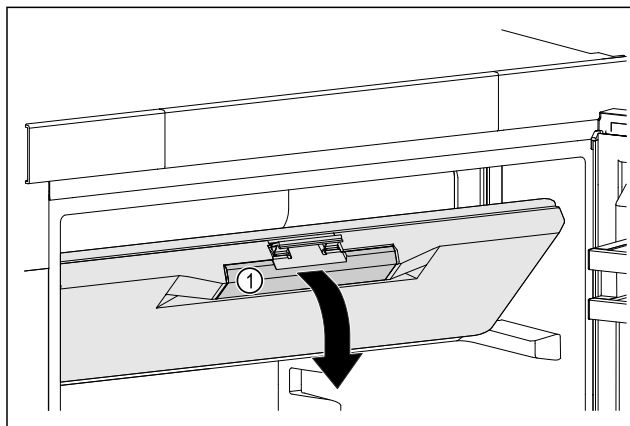

Fig. 47
- Dotkněte se dvířek mrazicího oddílu na prohlubni rukojeti Fig. 47 (1).